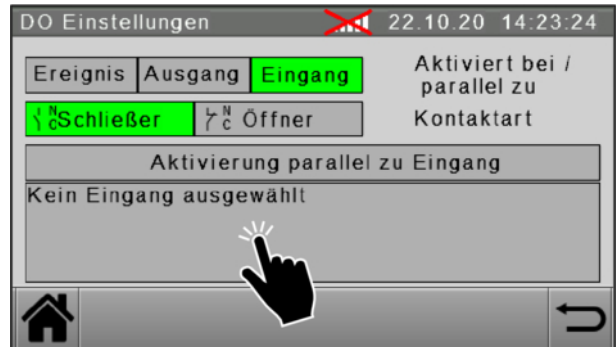
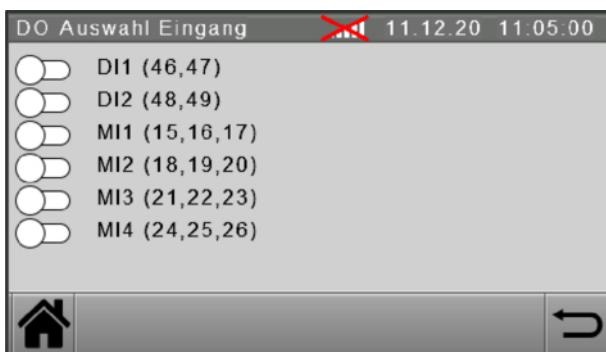

Abb. 86: Aktivierung parallel zu Eingang
Abb. 87: DO Auswahl Eingang
4. Eingang wählen, zu dem der Ausgang parallel haltet (siehe Abbildung 86, Abbildung 87).